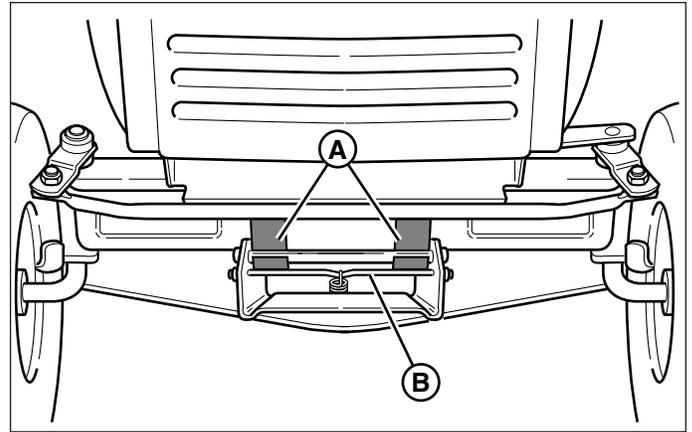

Figure 13. Dispositif d'attelage de la tondeuse
6. Tourner les roues droit vers l'avant. Tirer sur le levier à ressort (B, Figure 13) et lever l'attelage de la tondeuse des supports du tracteur.
4. Voir la Figure 13. Remettre les roues droit vers l'avant. Tirer sur le levier à ressort (B) tout en soulevant sur le dispositif d'attelage de la tondeuse. Installer le dispositif d'attelage de la tondeuse sur les supports d'attelage du tracteur (A). Lorsque cela est correctement en place, le levier à ressort doit reposer complètement sous les supports.